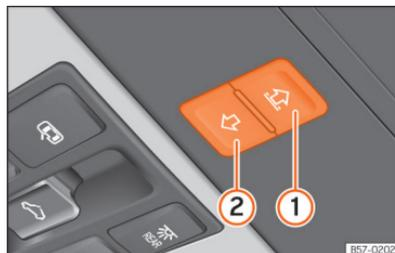

Fig. 65 No revestimento interior do teto: botão de função para utilizar a cortina de proteção contra o sol.
- Se ainda não se puder fechar, antes de passarem 5 segundos deslize o botão de função para trás sem soltá-lo **>>> Fig. 65 2** até que